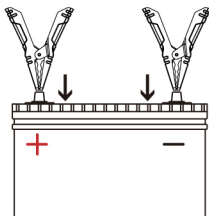
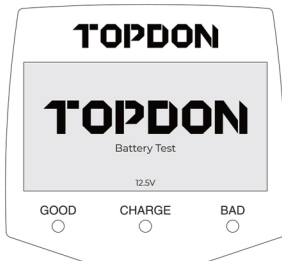

Рисунок 4.2
Рисунок 4.3
- 2) Подсоедините красный зажим к положительной (+) клемме, а чёрный зажим к отрицательной (-) клемме (см. рис. 4.2).
Для любого из тестов (как через устройство, так и через приложение) зажимы должны быть надежно подключены к соответствующей клемме, то есть чёрный к отрицательной клемме (-), а красный к положительной клемме (+) (см. рис. 4.2). После установления соединения BT100W автоматически запустится и отобразит меню, как показано ниже (см. рис. 4.3):